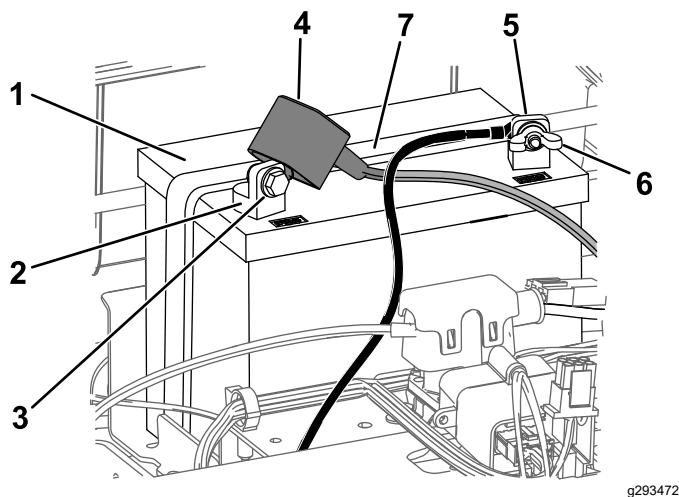

Figura 50
4. Deconectați cablul negativ (negru) de legare la masă de la suportul bateriei (Figura 50).
6. Deconectai cablul pozitiv (rou) de la borna bateriei (Figura 50).
7. Scoatei elementul de fixare a bateriei (Figura 50) și ridicați bateria din compartimentul său.
1. Amplasăți bateria în compartimentul său (Figura 50).
5. Fixați bateria cu elementul de fixare (Figura 50).